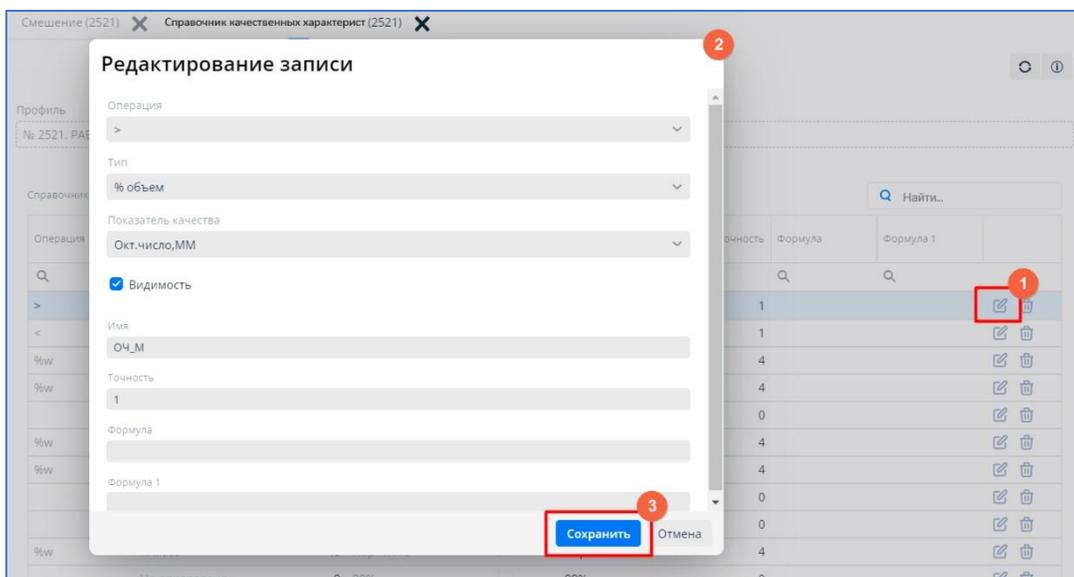

рис. 8.6. Редактирование записи
- нажать  (см. рис. 8.6. [1]);
- внести изменения в данные показателя качества (см. рис. 8.6. [2]);
- нажать **Сохранить** (см. рис. 8.6. [3]).